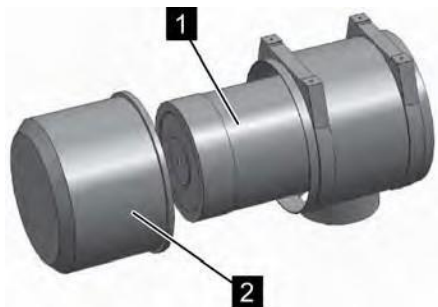

Рис. 51: Снятие крышки приемного фильтра
4. ➤ Снимите крышку приемного фильтра (Рис. 51/2).
5. ➤ Извлеките старый приемный фильтр (Рис. 51/1).
6. ➤ Вставьте новый приемный фильтр (Рис. 51/1).
7. ➤ Установите крышку приемного фильтра (Рис. 51/2).